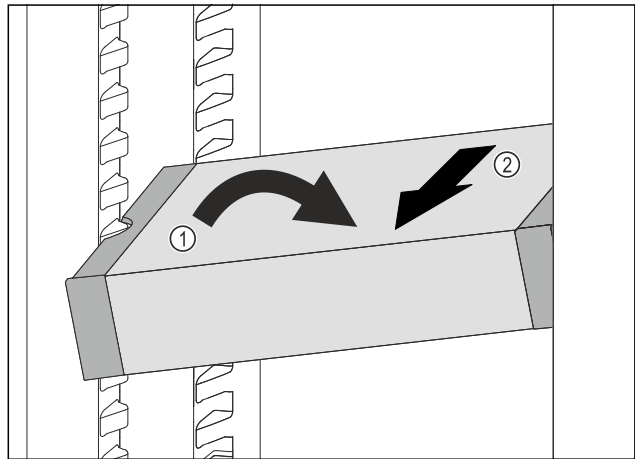

Fig. 133
- ▷ Állítsa ferde helyzetbe a VarioSafe-fiókot a hűtőrészben. Fig. 133 (1)
- ▷ Előrefelé vegye ki a VarioSafe-fiókot. Fig. 133 (2)